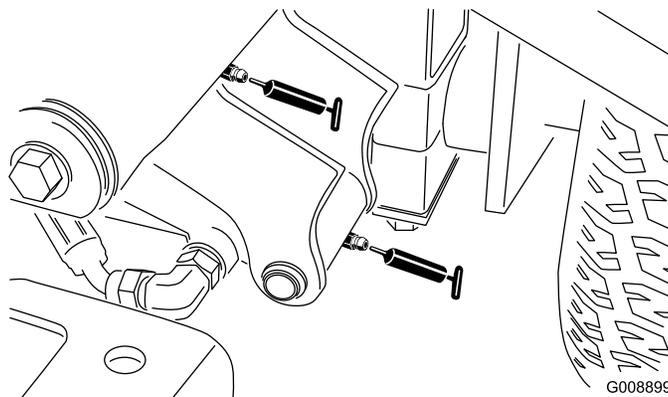

Figure 35
- Pivots de bras de relevage avant gauche et vérin de relevage (2) (Figure 35)